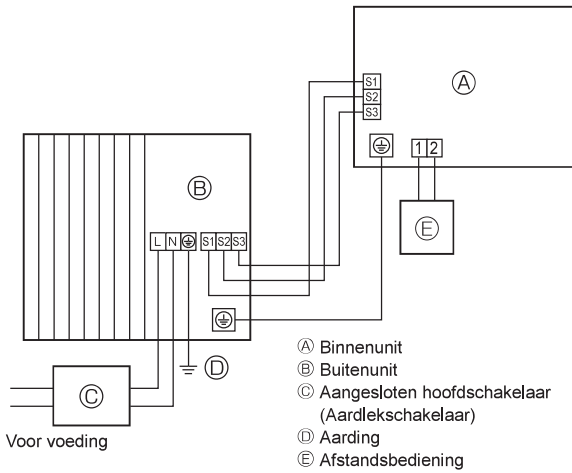
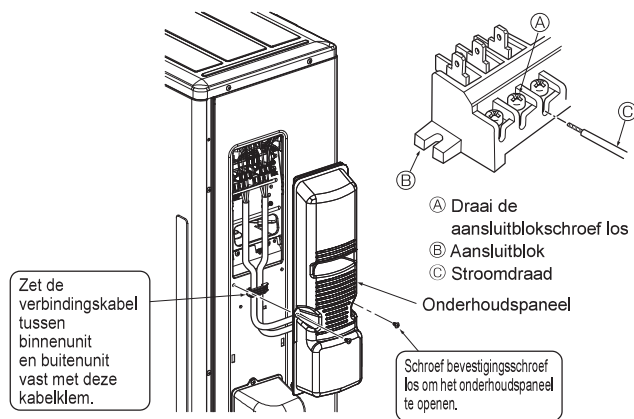
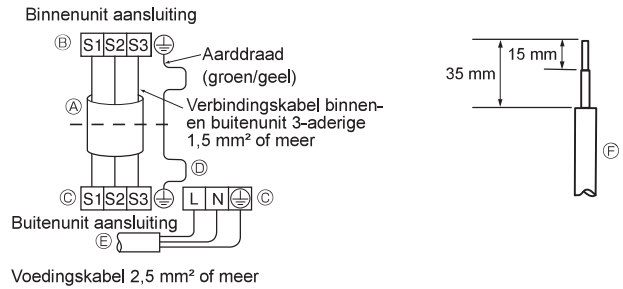

Fig. 6-1
Fig. 6-3
Fig. 6-2
6.1. Buitenunit (Fig. 6-1, Fig. 6-2, Fig. 6-3)
- ① Verwijder het onderhoudspaneel.
- ② Sluit de kabels aan volgens Fig.6-1, Fig.6-2 en Fig. 6-3.
- Leg de bedrading aan zoals aangegeven in het diagram links onderaan. (Schaf de kabel ter plaatse aan) (Fig. 6-2)
- (A) Aansluitkabel
- (B) Aansluitblok voor binnenunit
- (C) Aansluitblok voor buitenunit
- (D) Sluit altijd een aardingsdraad aan die langer is dan de andere kabels.
- (E) Voedingskabel
- (F) Stroomdraad